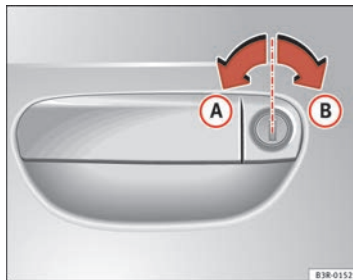

Abb. 70 Schlüsseldrehungen zum Öffnen und Schließen
- Drehen Sie den Schlüssel im Schloss der Fahrertür in Öffnungsstellung **(A)** \Rightarrow Abb. 70 nach links.
- Drehen Sie den Schlüssel im Schloss der Fahrertür in Schließstellung **(B)** \Rightarrow Abb. 70 nach rechts \Rightarrow .
Drehen Sie hierzu den Schlüssel im Schloss der Fahrertür **zweimal** hintereinander in kurzer Folge in Schließstellung  ⇒ Seite 103, Abb. 70.